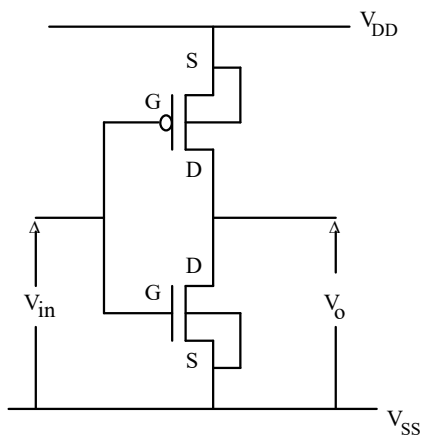
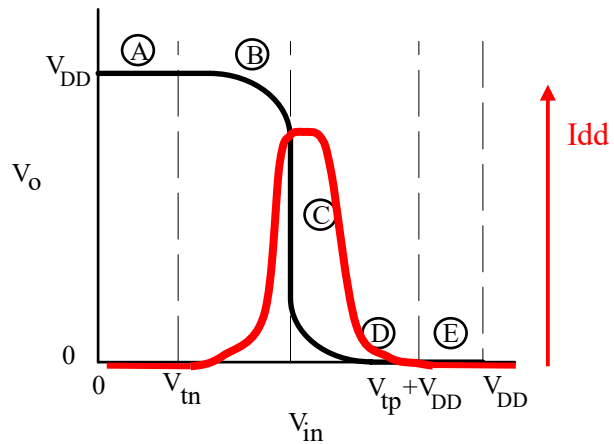

Figura 1
Figura 2
O inversor CMOS é formado por um transistor NMOS e um PMOS, como mostrado no diagrama esquemático da figura 1. É constituído de transistores N e P que apresentam quatro terminais elétricos: porta (G), dreno (D), fonte (S) e substrato (B). Suas curvas de transferência ($V_{out} \times V_{in}$) e de corrente ($I_{dd} \times V_{in}$) são apresentadas na figura 2.
A equação 3, referente à região C, também corresponde, neste modelo simplificado, ao valor de $V_{0} = V_{in}$, também denominado de valor do limiar lógico, V_M , no livro-texto é também chamado de V_{th}). Ela mostra de que forma a relação k_n/k_p (portanto as dimensões relativas entre os transistores NMOS e PMOS) afeta o valor de V_M do inversor. A região de transição C da Figura 2 move-se da esquerda para a direita com a redução de k_n/k_p . No caso, $k_n = k_n' \frac{W_n}{L_n} = \mu_n C_{ox} \frac{W_n}{L_n}$ e $k_p = k_p' \frac{W_p}{L_p} = \mu_p C_{ox} \frac{W_p}{L_p}$.